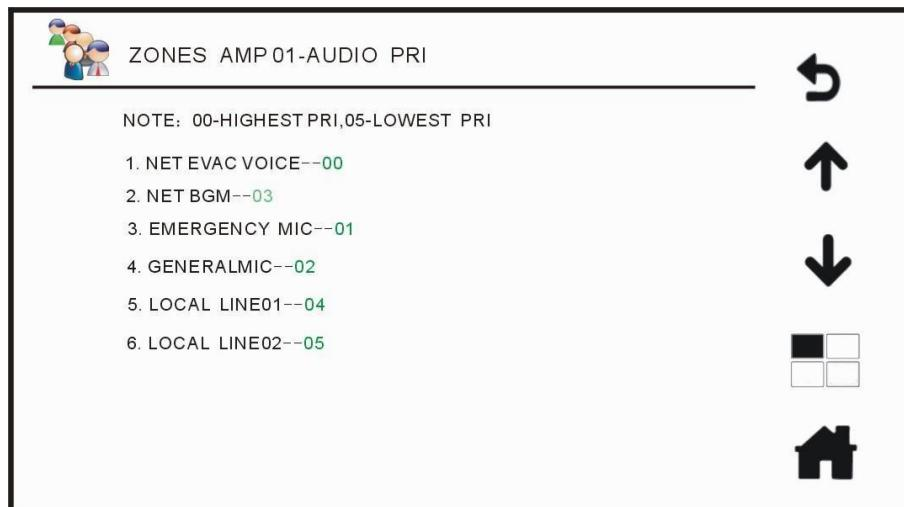

Рис. 4.20. Состояние приоритетов аудиосигналов зонального усилителя с настройками по умолчанию
- Пункт **AUDIO PRI** показывает состояние приоритетов аудиосигналов: **LOCAL** (местный) или **NET** (сетевой). Этот пункт показывает текущее состояние приоритетов аудиосигналов для усилителя зон (настраиваются с помощью программного обеспечения). Нажмите **AUDIO PRI** (приоритеты аудио), откроется соответствующее окно, показанное на Рис. 4.20.